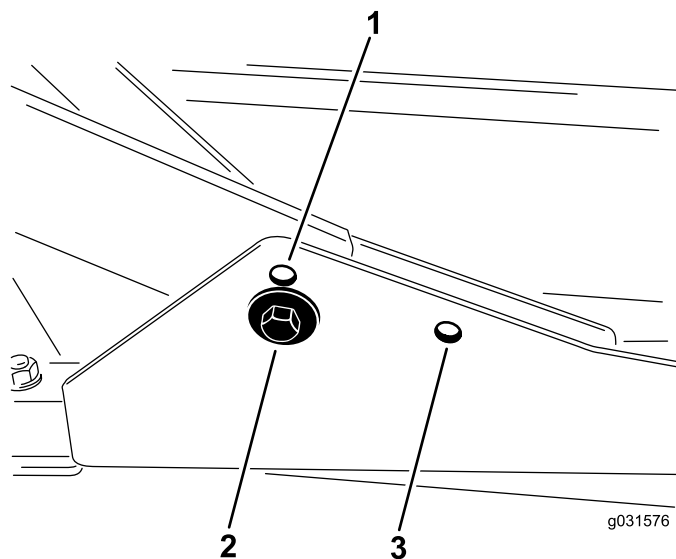

Рисунок 16
1. Для высоты скашивания в диапазоне от 2 до 7,6 см передние несущие рамы следует закрепить в нижних передних монтажных отверстиях (Рисунок 16).
верхние передние монтажные отверстия (Рисунок 16).
Задняя режущая дека крепится в задних монтажных отверстиях для любой высоты скашивания (Рисунок 16).